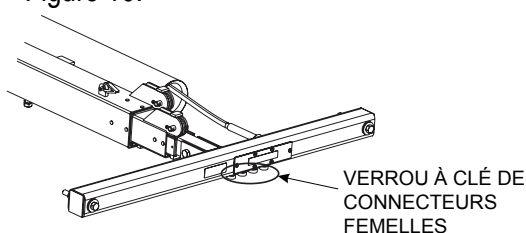

Figure 10. Emplacement des connecteurs femelles
- a. Trouvez les 4 connecteurs de verrouillage à clé femelles à 3 broches DIN sur la barre en T. Voir Figure 10.